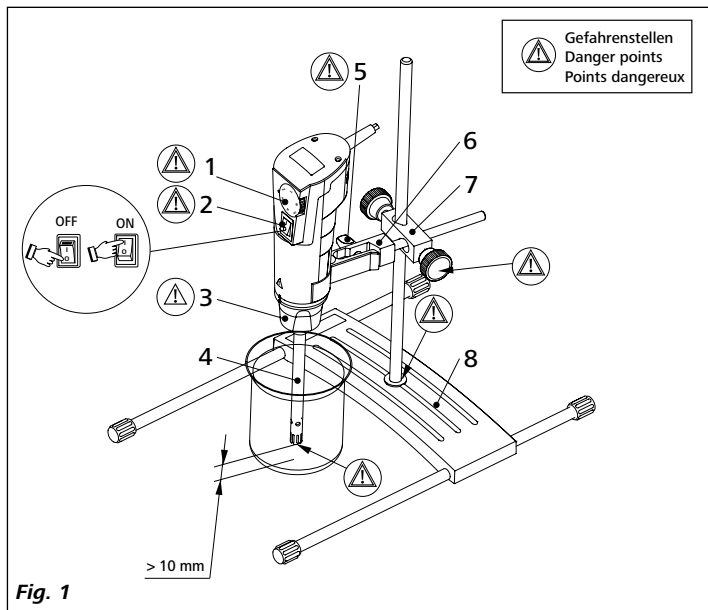

Fig. 1
**Beachten Sie die in Fig. 1 dargestellten Gefahrenstellen.**
Halten Sie den Mindestabstand von 10 mm zwischen Dispergierwerkzeug und Gefäßboden ein (**Fig. 1**).